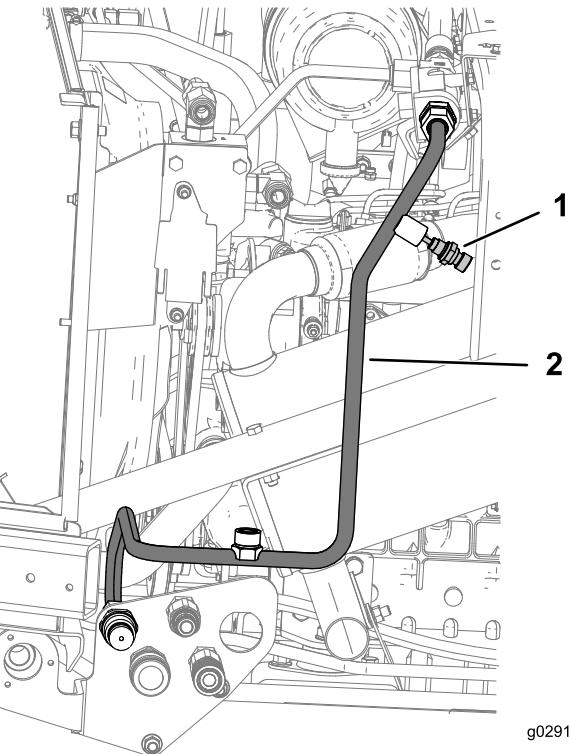

Figura 22
1. Montate il tubo idraulico H del flessibile proveniente dal raccordo dell'adattatore (5/8 x 3/4 poll., maschio) del gruppo della testa del filtro sul nippolo della piastra (3,84 poll.) del gruppo della piastra, come illustrato nella Figura 22.
2. Montate il trasmettitore di temperatura sul foro superiore del tubo idraulico H, come illustrato nella Figura 22.